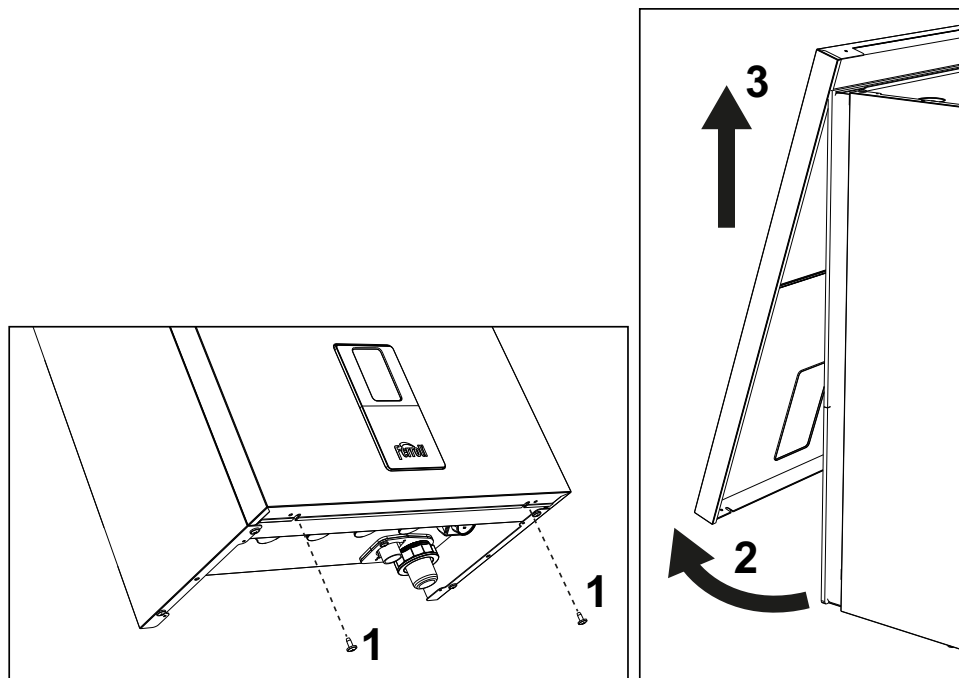

fig. 43- Ouverture du panneau avant
1. Dévisser les vis « 1 » (voir fig. 43).